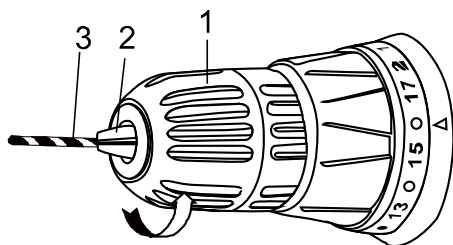

Рис.7
Поверните гильзу патрона(1) в направлении против часовой стрелки. Откройте быстрозажимной сверлильный патрон и вставьте в него оснастку. Поверните гильзу патрона (1) в направлении по часовой стрелке, пока губки патрона (2) не сойдутся равномерно и оснастка не будет надежно зажата (Рис. 7).